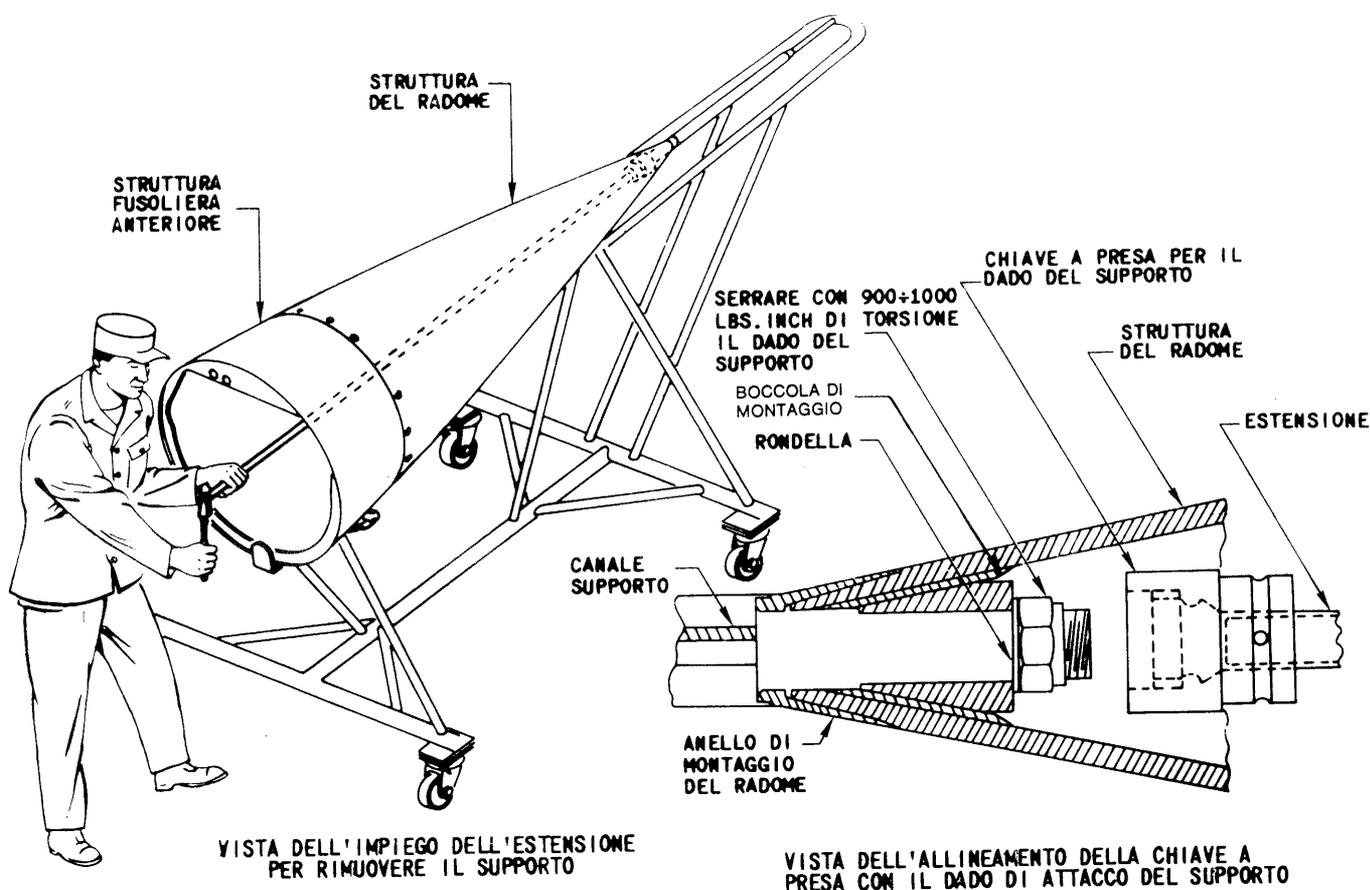

Fig. 4-8. Rimozione ed installazione del supporto del tubo Pitot.
g. Rimuovere l'asta di supporto del tubo di Pitot rimuovendo il dado di fissaggio mediante l'apposita chiave (voce 5, tabella 4-5) (vedere fig. 4-8).
4-54. **RIMOZIONE.** Per i dettagli sull'installazione e sulla rimozione dell'asta di supporto tubo di Pitot vedere fig. 4-8. La procedura di rimozione è la seguente:
f. Rimuovere l'asta di supporto del tubo di Pitot rimuovendo il dado di fissaggio mediante l'apposita chiave (voce 5, tabella 4-5) (vedere fig. 4-8).